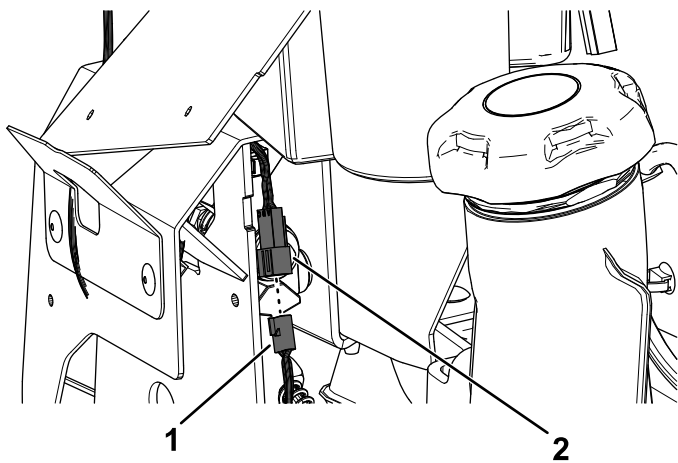

Figura 16
2. Collegate il connettore del cablaggio preassemblato del kit al connettore della nuova leva di controllo del movimento sinistra (Figura 16).